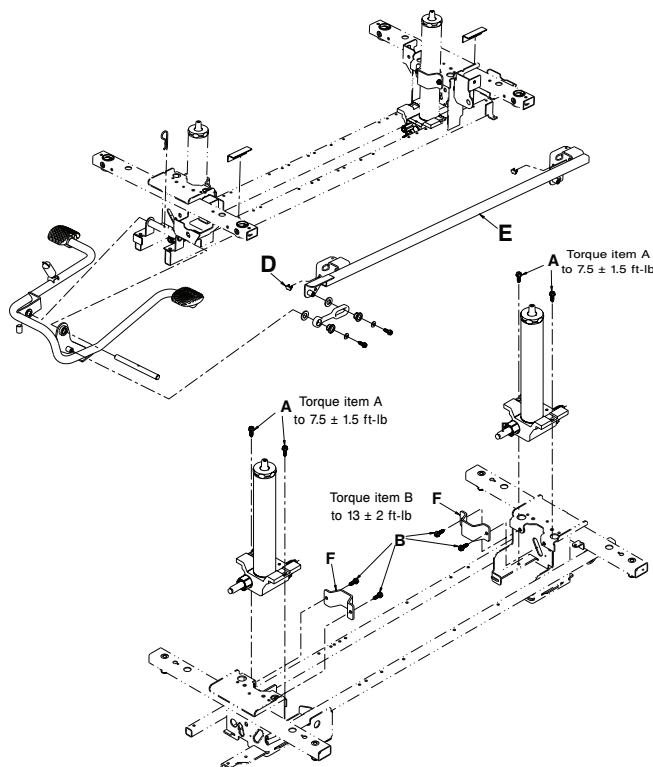

Figure 12 – Remplacer le vérin
4. À l'aide d'une douille de 1/2 po avec une extension de clé de 3/8 po et une clé à cliquet de 3/8 po, retirer les deux vis à tête hexagonale à embase (B) qui fixent le vérin et le clamp du réservoir (F) à l'ensemble soudé de la base (Figure 12). Retirer le vérin et le clamp du réservoir. Conserver toutes les pièces.